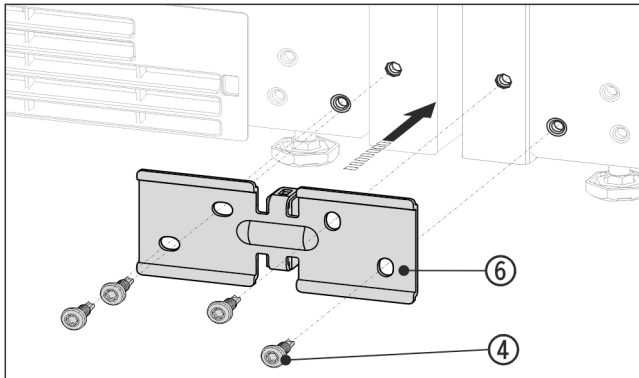

Fig. 15 Voorbeeld
- ▶ Hoekstuk Fig. 15 (6) met het afstandsstuk tussen de apparaten schuiven en er met 4 schroeven Fig. 15 (4) los inschroeven.